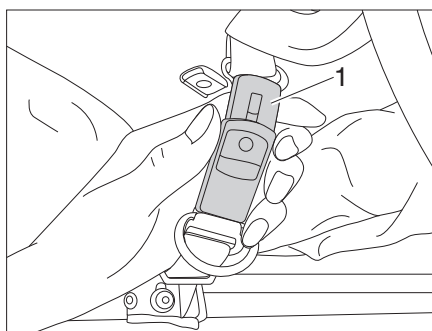

Figura 36 Abrir el cinturón de retención
- Abrir cinturones de retención (Figura 36,1).
- Cerrar el cinturón de retención (Figura 36,1).